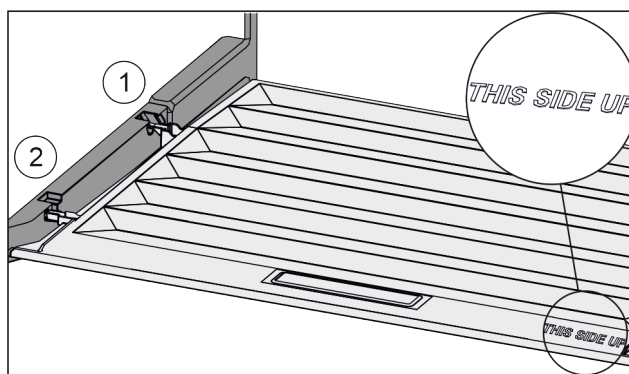

Fig. 74
- ▶ Anbring dækslets tappe over åbningen i den bageste holder Fig. 74 (1), og lad dem gå i indgreb i forreste holder Fig. 74 (2).